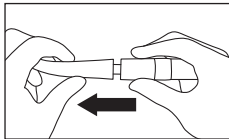

Fig. 11
- 5) Retirez la pièce à main du moteur. (Fig. 11)